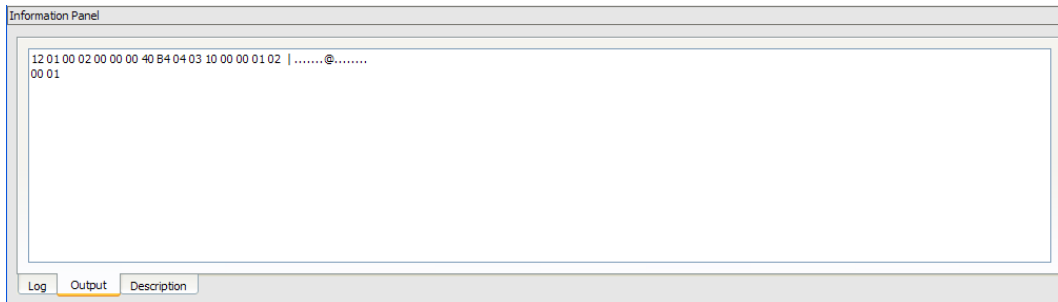

図 9.5: USB 要求ログ
3. 読み込まれたデータやエラーなど、転送結果を DriverWizard の [Log] 画面から参照できます。**GET_DESCRIPTOR DEVICE** 要求が処理された後の [Log] 画面を、次の図 9.5 に示します。